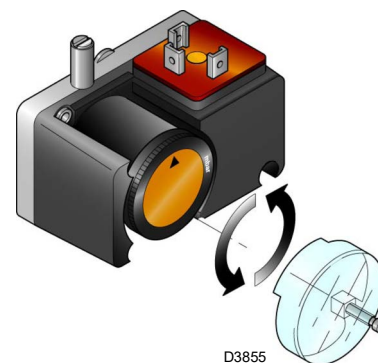

Fig. 32
- Reglați presostatul pentru controlul etanșeității (kit PVP) (Fig. 32 la pag. 33), dacă este montat, în conformitate cu instrucțiunile furnizate cu kitul.
Reglați presostatul pentru controlul etanșeității (kit PVP)(Fig. 32) în conformitate cu instrucțiunile furnizate cu kitul.